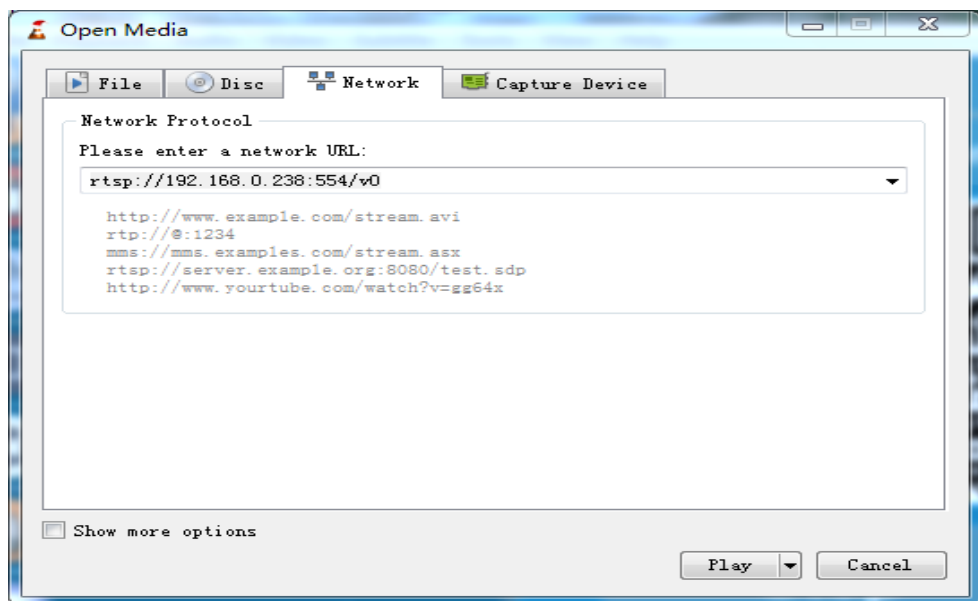

Рис. 37 Настройки VLC плеера на ПК
- 4) Укажите RTSP адрес в строке как показано на рис. 37 (RTSP адрес трансляции указан над QR кодом в приложении TesterPlay), нажмите кнопку Play (Воспроизведение);